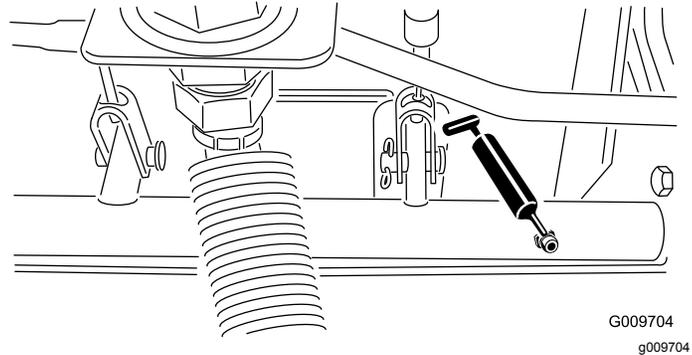

Bild 48
- Bremswellen-Drehlager (5) (Bild 48)